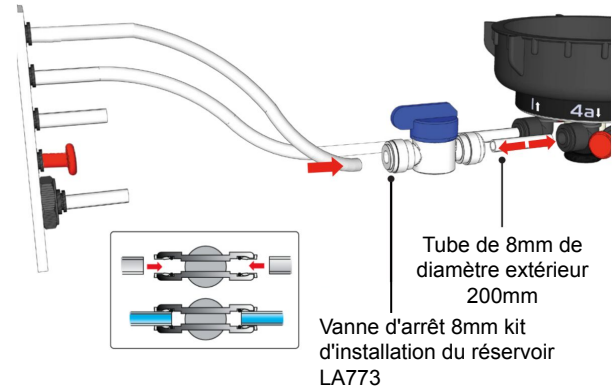

Fig. 2
4. RACCORDEZ la vanne d'arrêt au connecteur d'entrée du réservoir à l'aide du tuyau fourni (port 4a) (Fig. 2)